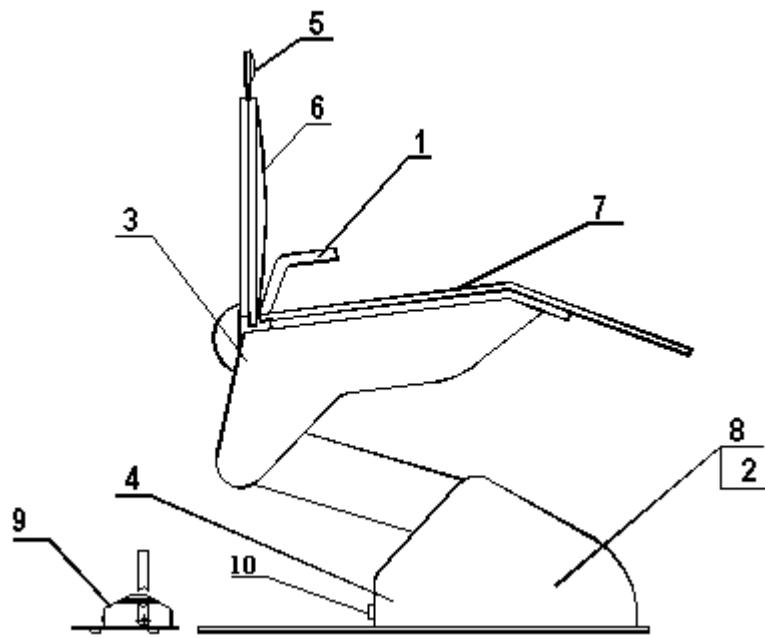

Рис. 1. Кресло стоматологическое электромеханическое КСЭМ-05.
2.10. Габаритные размеры кресла в нижнем положении сиденья согласно рис. 1:
4.1. Кресло состоит из нижней неподвижной и верхней подвижной части (рис.1).
4.2. Нижняя часть включает в себя устройство подъемное 8(рис.1) с электроприводом.
4.3. Верхняя часть представляет собой корпус 3 (рис. 1) с закрепленным на нем сиденьем 7, спинкой 6, подлокотником 1, подголовником 5. Спинка приводится в движение электроприводом, расположенным в корпусе 3. Спинка может перемещаться (наклоняться) от вертикального положения до положения «Тренделенбург».
4.4. Подголовник 5 (рис. 1) предназначен для удержания головы пациента в необходимых при лечении положениях. На кронштейне кресла расположенного под крышкой спинки предусмотрена регулировка силы выдвижения подголовника. Для этого необходимо снять пластиковый кожух со спинки кресла и произвести регулировку выдвижения подголовника путем закручивания или откручивания двух винтов через отверстия на боковой поверхности кронштейна.
Включение электроприводов кресла осуществляется педалью 9 (рис.1) путем перемещения джойстика в определенное положение. При этом подъем сидения кресла осуществляется при перемещении в положение 1 (рис2), опускание – в положение 2, наклон спинки – в положение 3, ее подъем – в положение 4.
6.4. Включить вилку шнура в сеть. Нажать клавишу включения 10 (рис.1). педалью управления выставить необходимую высоту сиденья кресла и угол наклона спинки.